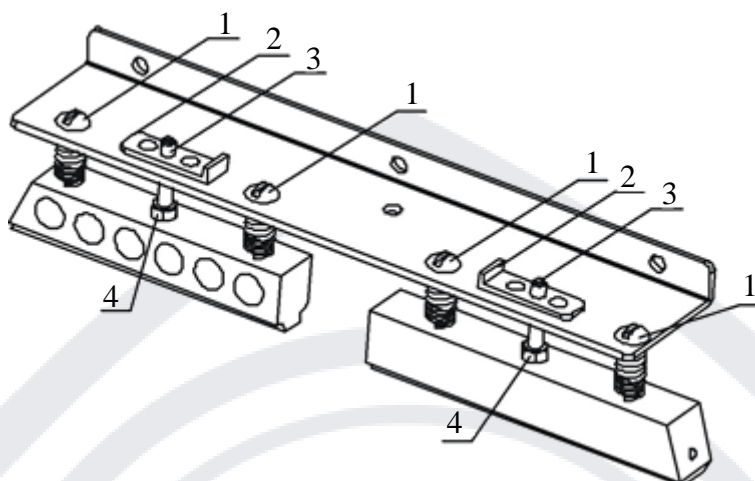

Рис. 5
- 5) В соответствии с толщиной запаиваемого материала, отрегулируйте зазор между нагревающими блоками и охлаждающими блоками. Отрегулируйте зазор между двумя запаивающими ремнями при помощи регулировки стопорных пластин, а именно, поверните стопорную пластину по часовой стрелке, чтобы поднять блок и против часовой стрелки, чтобы опустить. Расстояние между двумя запаивающими ремнями должно быть приблизительно равно толщине запаиваемого пакета в один слой, что гарантирует стабильность качества запайки и устойчивое положение пакета при запаивании. После регулировки, зафиксируйте ограничительные винты (см.рис.5)
- 1) После остывания нагревающего блока снимите защитную крышку, поверните стопорные планки верхнего нагревающего и верхнего охлаждающего блоков на 30° чтобы поднять оба блока, затем ослабьте пружины выдавливающего и прижимного колеса, снимите направляющий ремень, таким образом подготовив к замене запаивающие ремни (Рис.5).